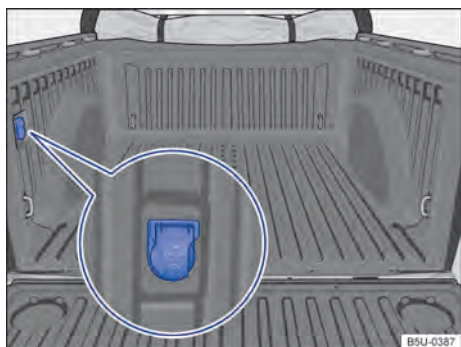

Fig. 108 Compartimento de carga: tomada 12 V.
- A tomada 12 V pode ser encontrada na parte interna do compartimento de carga → Fig. 108 (dependendo da versão do veículo pode não estar disponível).